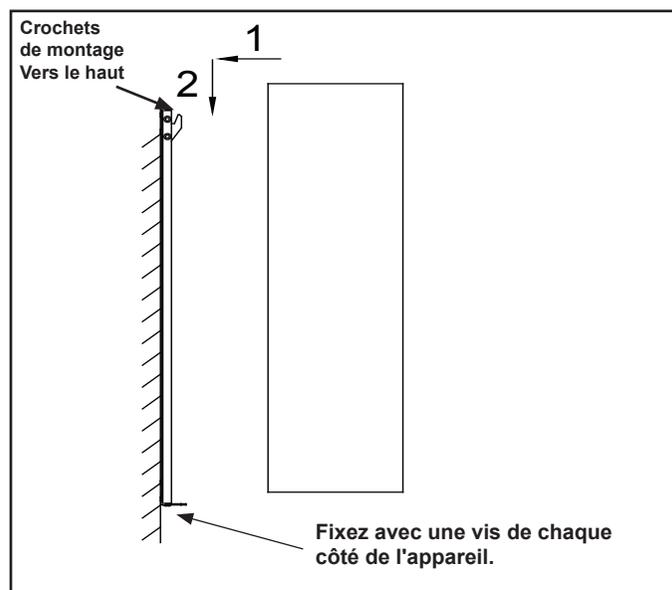

Figure 4.13 Fixer l'appareil au support
- Accrochez l'appareil et tirez dessus vers le bas pour vous assurer que les crochets sont bien engagés. Voir la figure 4.13.
- Fixez l'appareil au support à l'aide de deux vis M5x10. Voir la figure 4.13.